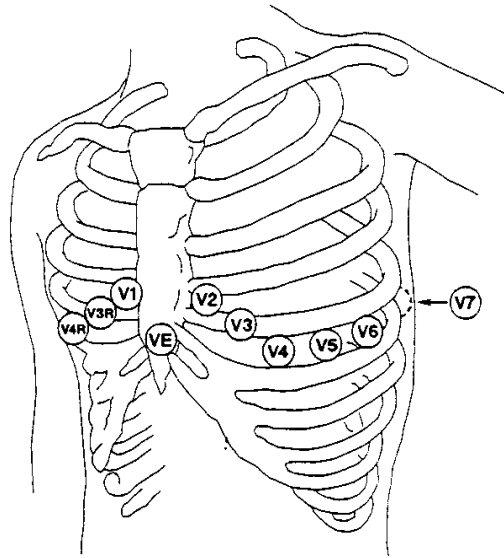

Figura 12-3 C-Posizionamento elettrodi per guida a 5
- Elettrodo rosso (R)- Posizionarlo vicino alla spalla destra, direttamente sotto la clavicola.
- Elettrodo giallo (L)- Posizionarlo vicino alla spalla sinistra, direttamente sotto la clavicola.
- Elettrodo nero (N)- Posizionarlo sulla destra dell'ipogastrio.
- Elettrodo verde (F)- Posizionarlo sulla sinistra dell'ipogastrio.
- Elettrodo Bianco (C)- Posizionarlo sul petto come illustrato nella figura 12-3.
Per la guida a 5, applicare gli elettrodi C (V) in ognuna delle posizioni indicate nella figura di sotto (Figura 12-3):